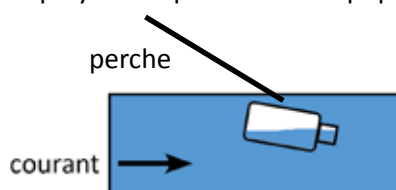

Figure 3 : Méthode de prélèvement depuis la berge à l'aide d'une perche.
- Depuis la berge. Attention à ne pas prélever trop proche de la berge et en utilisant un support permettant d'échantillonner à distance. On peut employer une perche télescopique (figure 3), un porte-bouteille, etc.